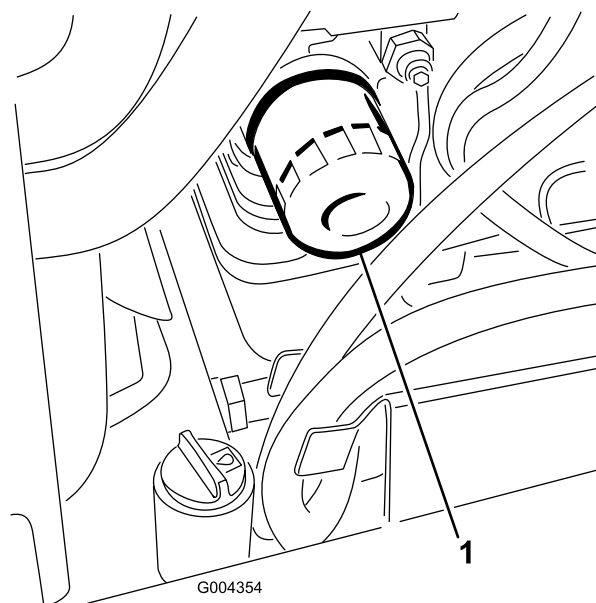

図 34
4. オイルフィルタ(図 34)を外し、フィルタのアダプタガasketの表面をきれいに拭く。